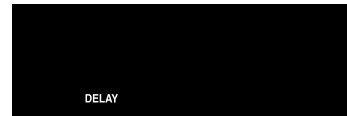

Fig. 1
4. Appuyez sur DELAY START (mise en marche différée) (fig. 1).	delay start